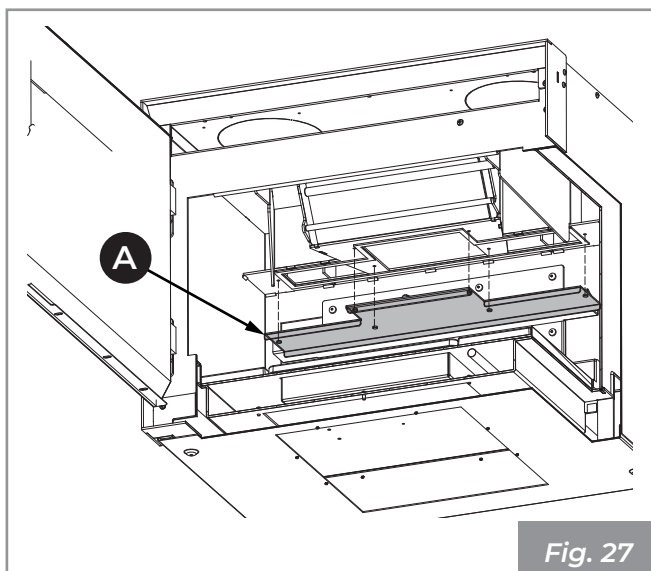

Fig. 27
Retirer le bouchon du collecteur de fumées (A) (Fig. 27).